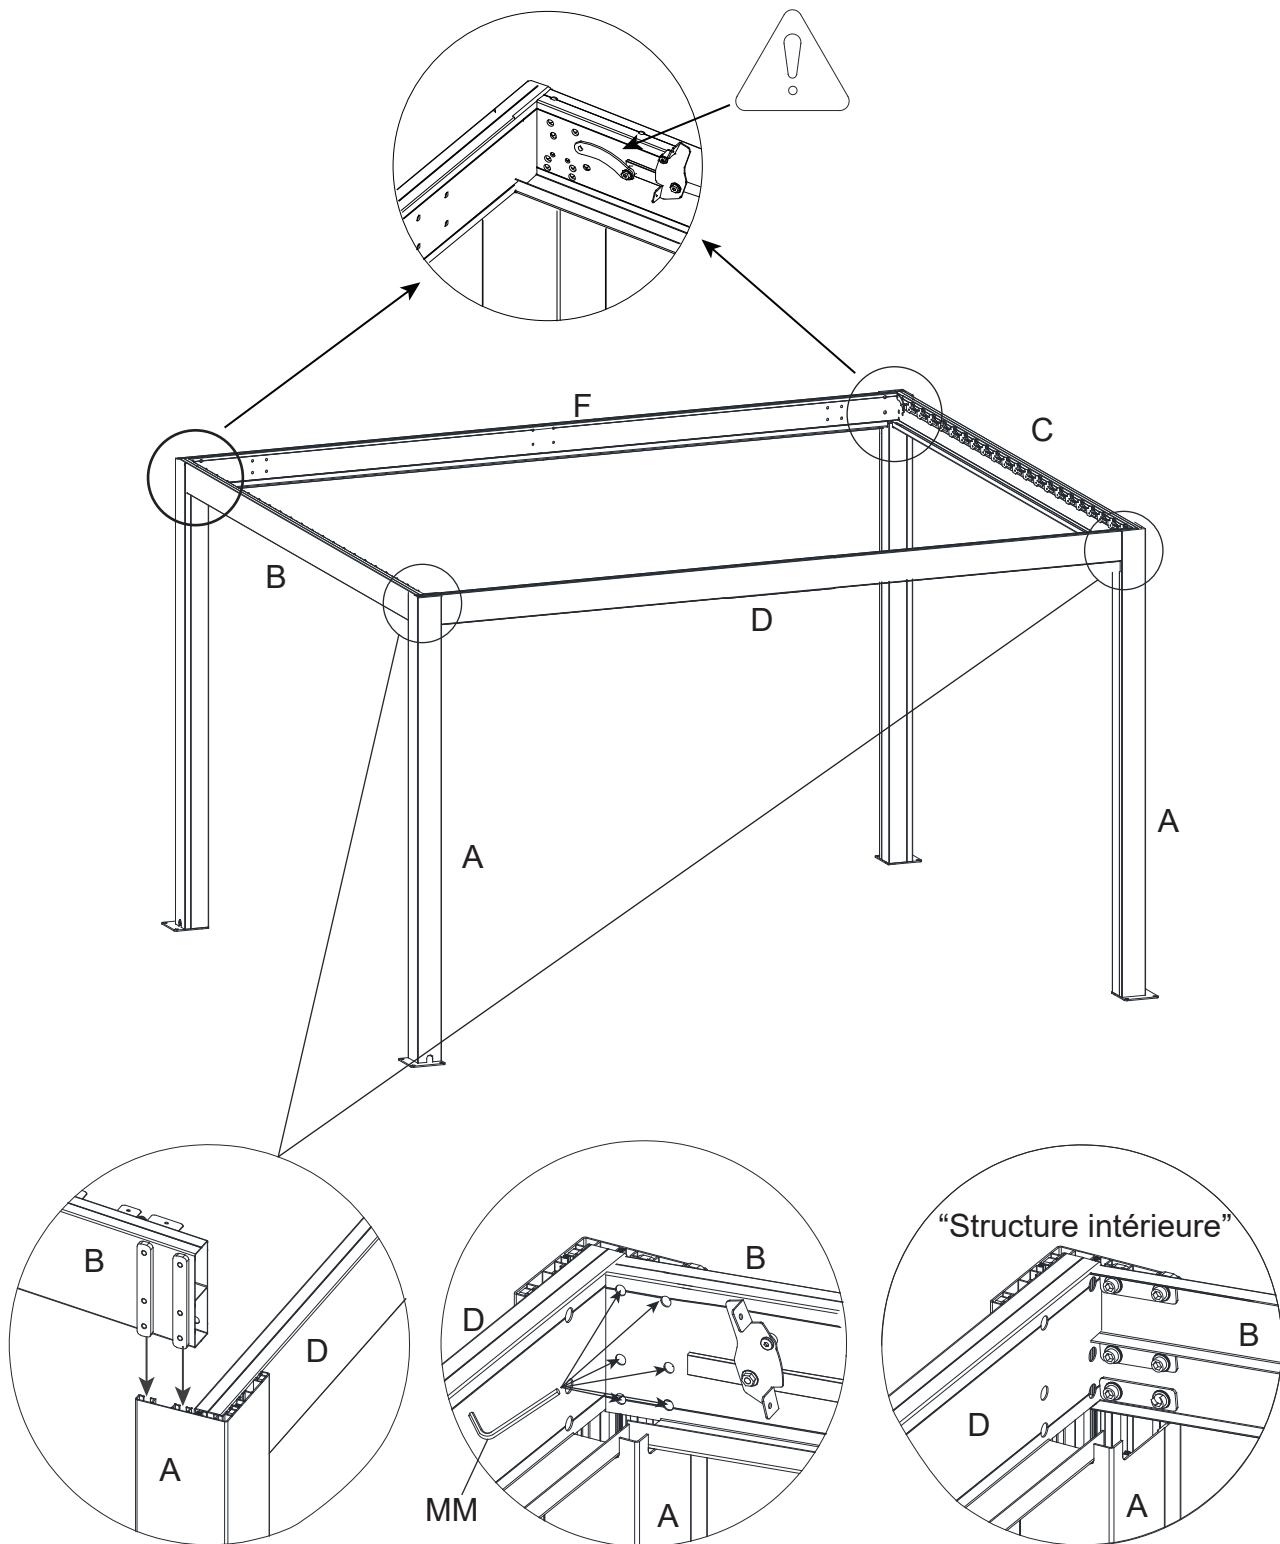

Figure 3
Figure 3. Glissez une extrémité des traverses avant (B/C) dans le guide intégré de la poutre en coin (A) et serrez-les boulons à l'aide de la clé hexagonale (MM). Référez-vous au schéma de la structure interne.